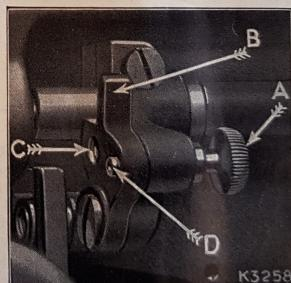

Fig. 18.
fullbordar stoppen genom att sy fram och åter vinkelrätt mot förut. När man slutat stoppa, återställs mataren i sitt ordinarie läge och skruven (A, fig. 18) skruvas in i det nedre hålet och åtdrages, varefter pressarfoten påsätts.
Höj nälen till högsta läge. Fäll upp maskinen på gångjärnen och skruva ur skruven (A, fig. 18) så långt den går. Tryck ned armen (B) så att skruven (A) kan skruvas in i övre hålet (C), varefter skruven (A) drages åt ordentligt. Mataren har härigenom bringats ur funktion. Återför maskinen till det ursprungliga läget, lyft upp pressarstången och tag bort pressarfoten samt sätt på stoppfoten No. 121094, men drag icke åt den skruv, med vilken stoppfoten fästes. Det material, som skall stoppas, spännes i en broderbåge och skjutes under nälen. Fäll sedan ned pressarstångelyftaren och reglera stoppfotens avstånd från materialet, så att utrymmet mellan stoppfoten och tyget endast blir så stort, att materialet ledigt kan skjutas fram och åter i sidled. Efter denna inställning drager man åt skruven ordentligt, så att stoppfoten sitter stadigt. Därefter börjar man stoppa, varvid bågen föres fram och åter med båda händerna i jämn takts. Först täckes hålet helt och hålet i ena riktningen och därefter vänder man bågen ett kvarts varv och